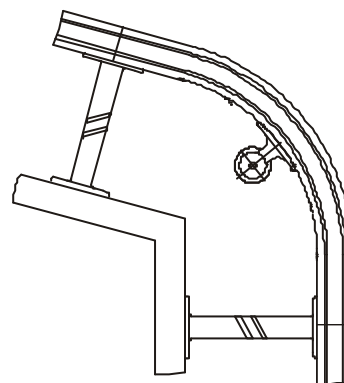
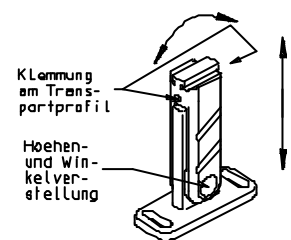

Bild 5.1
Bild 5.6
Die Transportprofile von Bogenanlagen werden größtenteils in Segmenten ausgeliefert und müssen vor und hinter den Bögen miteinander verbunden werden (Bild 5.1).
- restliche Stützfüße montieren (unmittelbar vor und hinter dem Bogen einen Stützfuß setzen, (Bild 5.1)!))
An der Kopplungsstelle zweier Transportprofile immer einen Stützfuß setzen (Bild 5.1 und 5.2). Der Universalstützfuß (Bild 5.6) kann dazu nicht verwendet werden.
Stützfußtyp 2 (Bild 5.6) ist durch Lösen der Klemmschraube im Winkel und in der Höhe verstellbar.